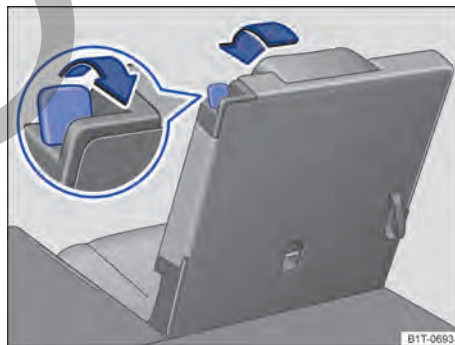

Fig. 96 Tercera fila de asientos: colocar el asiento en posición de piso de carga.
- Retire los objetos que se encuentren en la zona reposapiés delante y detrás del asiento → ❶.
- Tire de la palanca de desbloqueo → fig. 96 completamente hacia atrás para desbloquear el respaldo del asiento.
- Una marca roja en la palanca de desbloqueo → fig. 96 indica que el respaldo no está encastrado. Si el respaldo está bien encastrado, la marca no se ve.